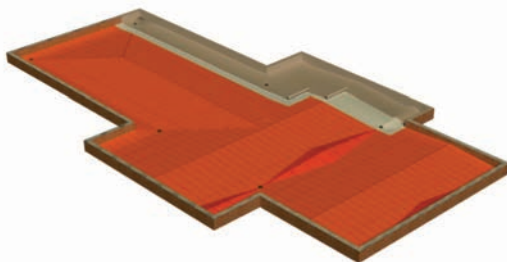

Рисунок 4. Вариант раскладки уклонообразующего слоя из экструдированного пенополистирола
- создание уклона для слоя изоляционных материалов, выполненного из насыпных материалов, например, керамзит или из нарезанных плит пенопласта, минеральной ваты, ПЕНОПЛЭКС® и т.д. (рисунок 4)